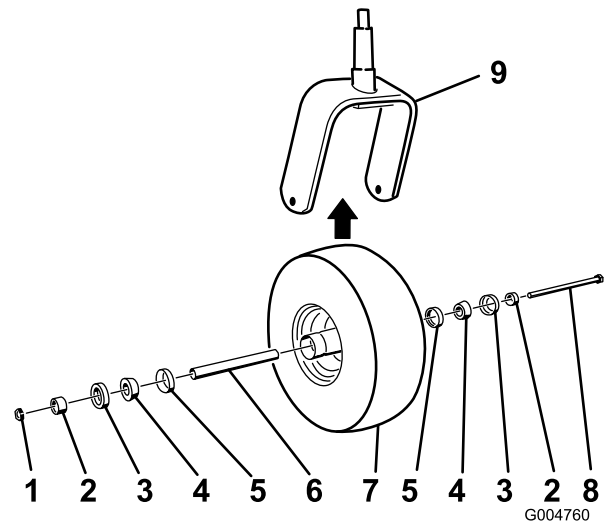

Figura 48
5. Montate la ruota orientabile premendo i cuscinetti conici e gli schermi, lubrificati con grasso, nel mozzo della ruota, posizionata come illustrato nella Figura 48.
2. Togliete il dado di bloccaggio dal bullone che fissa la ruota orientabile alla forcella (Figura 48).